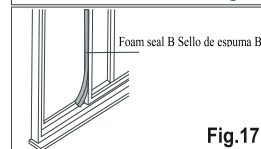

Fig.17
6. Corte el sello de espuma B a una longitud adecuada y selle el espacio abierto entre la hoja deslizante y la hoja exterior de la ventana, como se muestra en la Fig. 17.